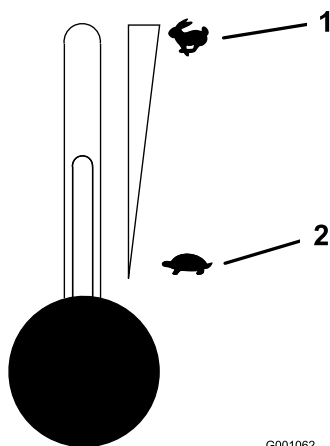

Figura 13
5. Mueva el control del acelerador a un punto intermedio entre las posiciones Lento y Rápido (Figura 13).
2. Mueva la palanca del acelerador a un punto intermedio entre las posiciones Lento y Rápido (Figura 13).